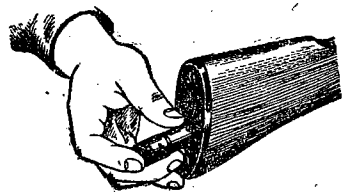

Рис. 10. Вкладывание пенала в гнездо приклада
8) **Вложить пенал в гнездо приклада.** Уложить принадлежность в пенал и закрыть его крышкой, вложить пенал дном в гнездо приклада (рис. 10) и утопить его так, чтобы гнездо закрылось крышкой. У АКМС пенал убирается в карман сумки для магазинов.